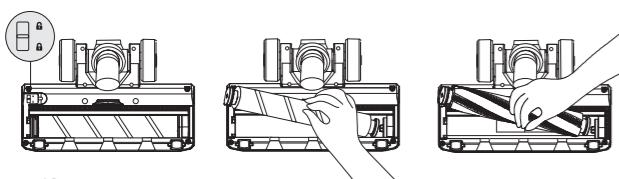

рис. 10
- Переверните турбощётку, подвиньте фиксатор. Снимите крепление валика (рис. 10).